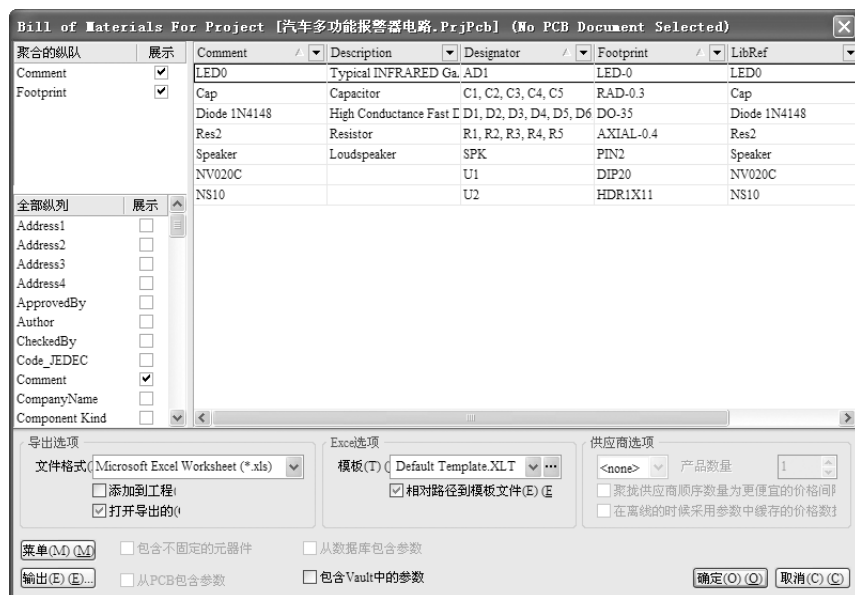

图 6-28 元件报表对话框
1) 关闭网络表文件，返回原理图窗口。选择“报告”→“Bill of Materials”（材料清单）菜单命令，系统弹出相应的元件报表对话框，如图 6-28 所示。